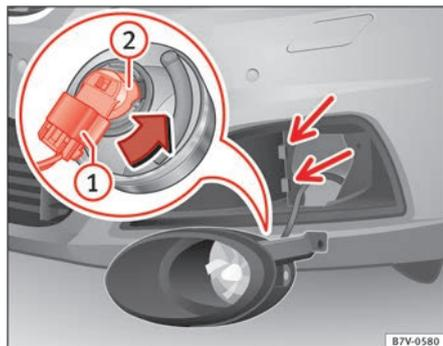

Abb. 208 Glühlampe im Scheinwerfer auswechseln.
4. Scheinwerfer ein wenig nach vorn klappen und aus den seitlichen Aufnahmen ⇒ Abb. 208 (kleine Pfeile) herausziehen.
5. Anschlussstecker ⇒ Abb. 208 ① entriegeln und abziehen.
Lampenhalter ⇒ Abb. 208 ② in Pfeilrichtung bis zum Anschlag nach links drehen und mit der Glühlampe nach hinten herausziehen.
8. Anschlussstecker ⇒ Abb. 208 ① auf den Lampenhalter ⇒ Abb. 208 ② stecken. Der Anschlussstecker muss hörbar einrasten.
9. Scheinwerfer in die Aufnahmen ⇒ Abb. 208 (kleine Pfeile) stecken und nach hinten klappen.